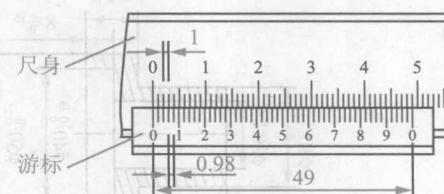

图 1-6 游标卡尺的刻线原理
(1)游标卡尺的刻线原理。游标卡尺的尺身每小格 1mm，当两量爪合并时，游标上的 50 格刚好与尺身上的 49mm 对正，如图 1-6 所示。游标的每格长度为  $49/50\text{ mm} = 0.98\text{ mm}$ ，尺身与游标每格之差为： $1 - 0.98 = 0.02\text{ (mm)}$ ，此差值即为  $1/50\text{ mm}(0.02)$  游标卡尺的测量精度。